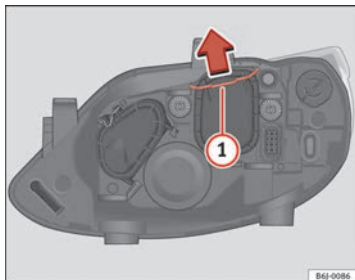

Abb. 152 Abblendlicht
- Verschieben Sie die Strebe ⇒ Abb. 152 ① in Pfeilrichtung und nehmen Sie den Deckel ab.